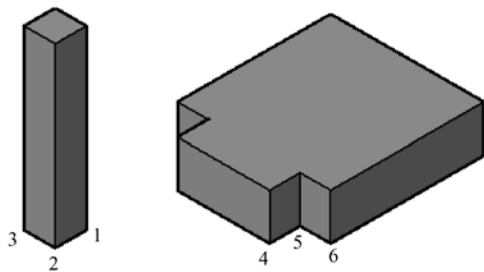

图 9-110 已存在的两个实体模型
1) 打开随书光盘“CH9”文件夹中的“BD_三维对齐.DWG”文件,文件中已经存在着的两个实体模型如图 9-110 所示。